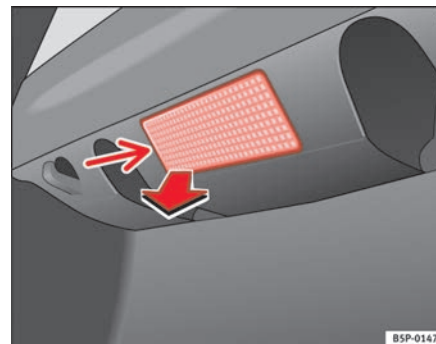

Fig. 196 Luce bagagliaio
- Estrarre il paralume facendo pressione sul bordo della parte interna dello stesso -freccia- aiutandosi con la parte piana di un cacciavite ⇒ fig. 196. ►